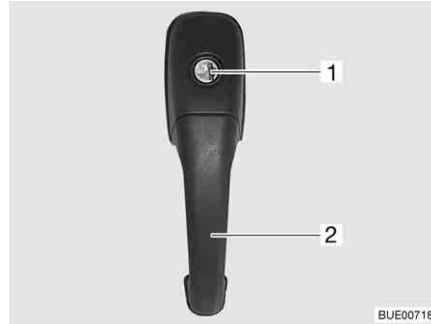

Fig. 56 Serratura della porta di ingresso, lato esterno
- Inserire la chiave nel cilindro della serratura (Fig. 56,1) e ruotare fino a quando la serratura della porta si sblocca.
- Tirare la maniglia della porta (Fig. 56,2). La porta è aperta.
- Inserire la chiave nel cilindro della serratura (Fig. 56,1) e ruotare fino a quando la serratura della porta si blocca.